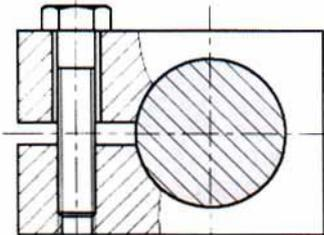
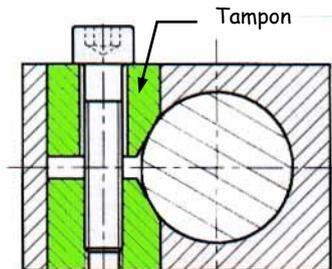

Fig. 1
Fig. 2
1. VIS D'ASSEMBLAGE (fig. 1) :
2. BOULON (fig. 2) :
1. PAR DEFORMATION OU PINCEMENT (Fig. 1) :
2. PAR TAMPONS TANGENTS (Fig. 2) :
1. Soudage autogène (fig. 1) : Les pièces à assembler, de même nature ou de composition voisine, participent à la constitution du cordon de soudure (fig. 2). L'assemblage est **« homogène »**, c'est à dire **« fait du même métal »**.
2. Brasage (fig. 1) : L'assemblage est **hétérogène**. La formation du cordon de soudure (fig. 2) est assurée par la seule intervention du **métal d'apport** qui agit comme une colle (les pièces conservent leurs contours primitifs).